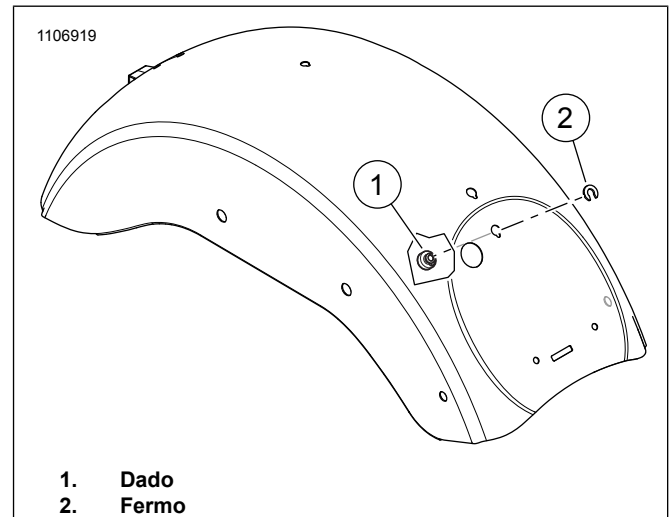

Figura 1. Dado della sella del parafango (tipico)
3. Vedere Figura 1. Rimuovere il fermo della sella (2) e il dado di fissaggio (1).